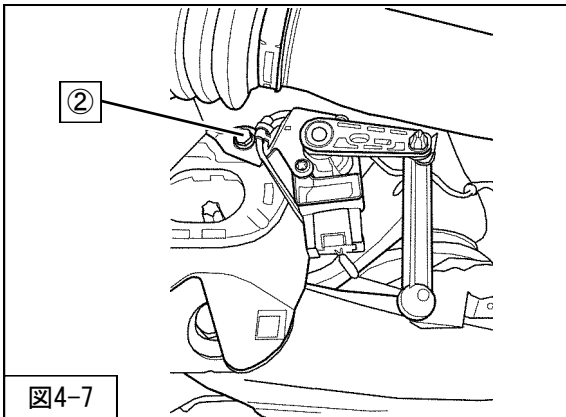

図4-7
8. ②ハイトセンサー取付ボルト（締付トルク：5N・m）を取付けてください。（図4-7）